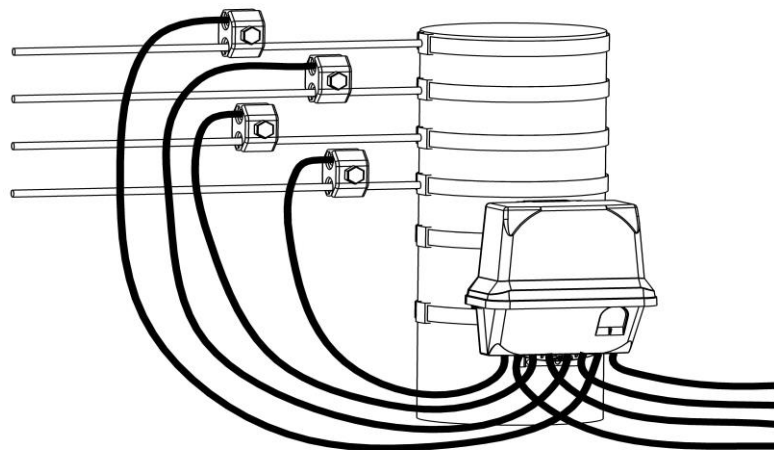

Рисунок 23 - Подключение счетчика в корпусе SPLIT с использованием прокалывающих зажимов
4.3.2.4 Если выбран способ монтажа счетчика в корпусе SPLIT с помощью прокалывающих зажимов (рисунок 23), то до монтажа счетчика необходимо приготовить отрезки СИП кабеля с закрепленными прокалывающими зажимами. С другого конца кабеля зачистить, обжать так, как описано ниже в данном пункте и